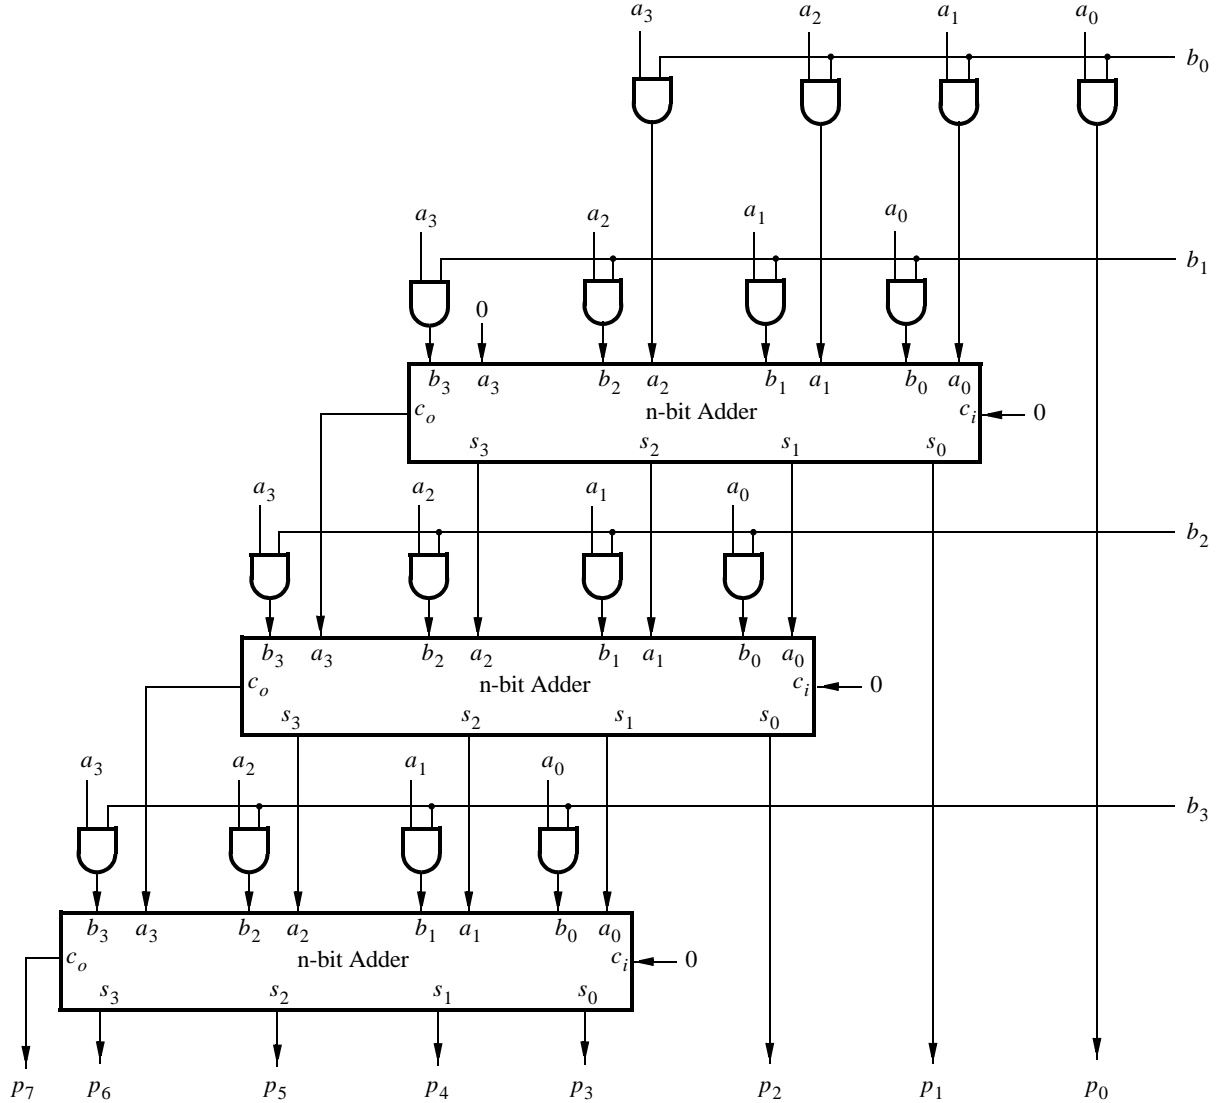

Figure 3: Un array multiplieur implémenté en utilisant des additionneurs n -bit.
Dans la partie I, un array multiplieur a été implémenté en utilisant des composants *Full Adder* (FA) 1-bit. En considérant le problème à plus haut-niveau une ligne de FA peut être remplacée par un additionneur n -bits et le multiplieur complet peut alors être représenté à la manière de la Figure 3.
Nous allons donc dans cette partie réaliser un multiplieur 8x8 basé sur un additionneur en arbre. Ce circuit est illustré dans la Figure 3. Les entrées A et B , ainsi que la sortie P doivent être mises en registres, comme dans la Partie IV.